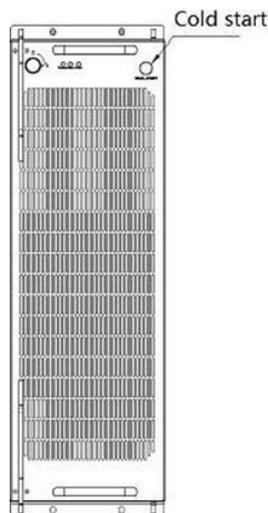

Fig. 3-6 Arranque en frío
3. Pulse el botón de arranque en frío del módulo de bypass (Fig. 3-6). Cuando la batería es normal, el rectificador empieza a funcionar y, 30 segundos más tarde, se pone en marcha el inversor y se ilumina el LED verde.